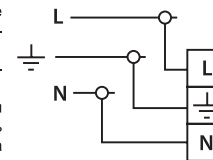

Рис. 1
3. Присоедините подготовленные концы проводов к проводам светильника обозначенных L, N, ⊕ способом допустимым «Правилами устройства электроустановок». WOLTA® рекомендует применять клеммные колодки (Рис. 1).